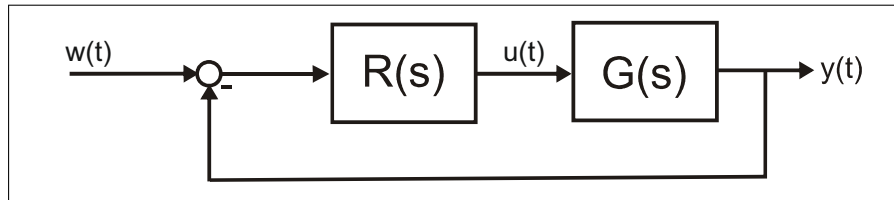

Abbildung 8
- a) Für ein System $G(s)$ wurde mithilfe des Entwurfsverfahrens „Minimierung der quadratischen Regelfläche“ ein Regler $R(s)$ entworfen (siehe Abbildung 8). Nennen Sie das zu minimierende Gütemaß J in Abhängigkeit von $w(t)$ und geben Sie das diesem Verfahren zugrundeliegende spezielle Eingangssignal $w(t)$ explizit an.